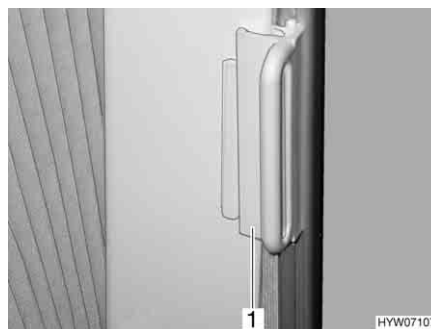

Fig. 24 Bloccaggio delle tendine oscuranti pieghevoli per il finestrino del conducente/passeggero (Camp, Tramp)
- Spingere l'impugnatura (Fig. 24,1) fino al sopralzo. La tendina oscurante pieghevole è ora bloccata.